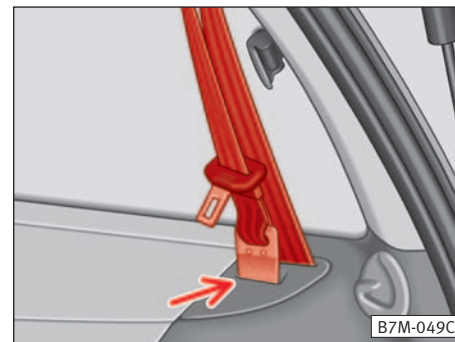

Fig. 18
- Subir el cinturón por el gancho y encajarlo en el revestimiento lateral ⇒ flecha, fig. 18.